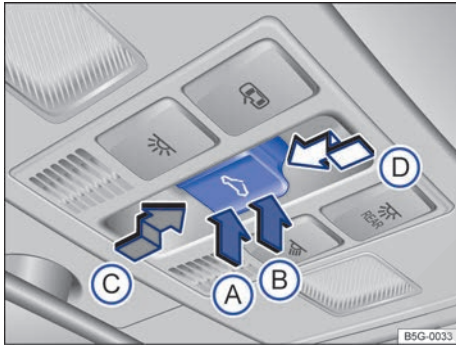

Fig. 54 En el revestimiento interior del techo: tecla del techo de cristal.
Función	Cómo se ejecuta → fig. 54
La tecla → fig. 54 tiene dos niveles. En el primer nivel se puede situar el techo en la posición deflectora, abrir o cerrar total o parcialmente.
- *Techo de cristal*: antes de que transcurran aprox. 5 segundos desde la activación de la función antiaprisionamiento, presione la tecla  → fig. 54 hasta el segundo nivel en el sentido de la flecha → fig. 54 Ⓞ hasta que el techo se cierre completamente.